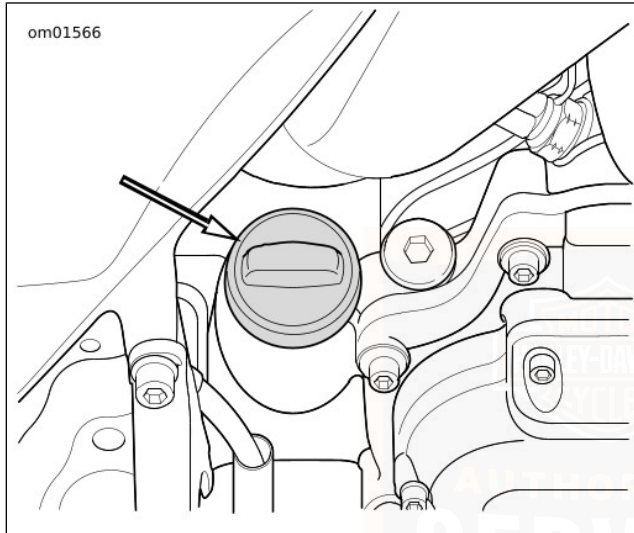

Abbildung 62. Motoröl-Einfüllverschlusstopfen
2. Siehe Abbildung 62. Einfüllverschlussstopfen/Ölmesstab entfernen. Den Ölmesstab abwischen. Den Ölmesstab einschieben und an der Einfüllöffnung anziehen.
3. Siehe Abbildung 62. Den Einfüllverschlussstopfen/Ölmesstab herausziehen und den Ölmesstab sauber abwischen. Den Ölmesstab einschieben und an der Einfüllöffnung anziehen.